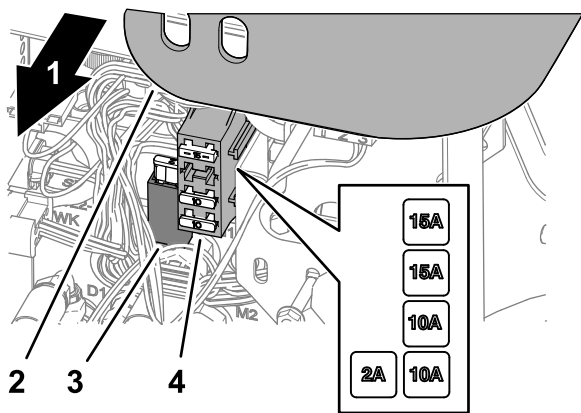

Figura 75
1. Sollevate la protezione dal braccio di comando (Figura 75).
2. Individuate il fusibile aperto nel portafusibile o nel portafusibili (Figura 75).
4. Montate la protezione sul braccio di comando (Figura 75).